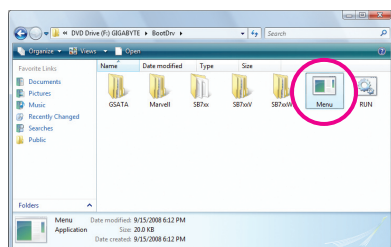
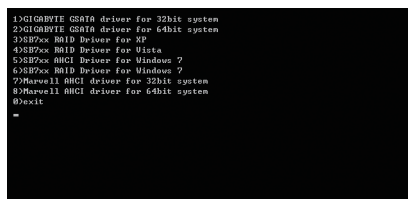

図 4
図 5
- 2: 光学ドライブフォルダから、**BootDrv**フォルダの**Menu.exe**ファイルをダブルクリックします (図 4)。図5のようなコマンドプロンプトウィンドウが開きます。
- 3: 空のフォーマット済みディスクを挿入します。インストールするオペレーティングシステムによっては、メニューから対応する文字を押すことでコントローラドライバを選択し、<Enter>を押します。例えば、図5でメニューから、